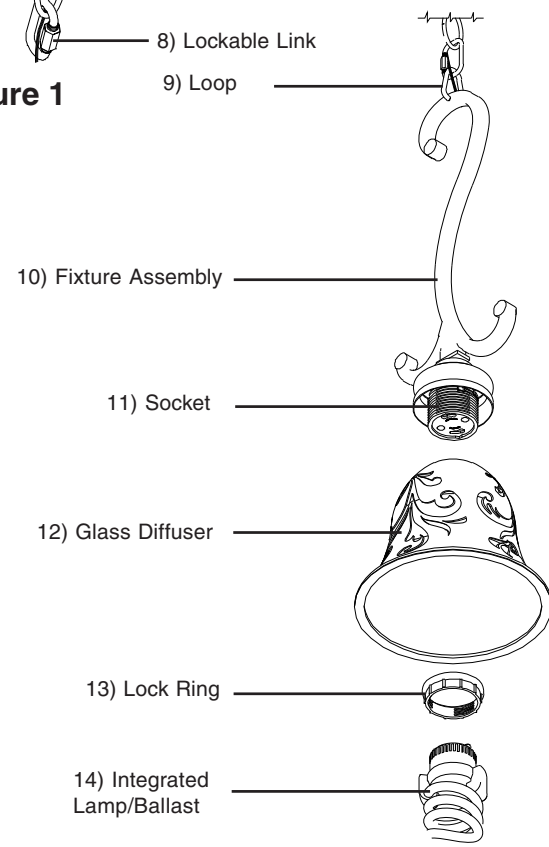

Figure 3
5. **Agarre el ensamblaje del luminario por la Cadena**, suelte la Tuerca del Espaciador de Sobrecielo totalmente y deslice el Espaciador hacia abajo. Haga que una persona ayude a sostener el luminario mientras este montando la Barra Transversal (1) a la caja de ensambladura con dos Tornillos de 1" (2). **Vea Fig. 3.**
8. **Levante el Espaciador de Sobrecielo (6)** hasta el techo y totalmente enrosque la Tuerca del Espaciador de Sobrecielo (5) al Lazo del Espaciador de Sobrecielo (5).
9. **Desensosque el anillo de cierre (11)** del enchufe (12). Coloque la Pantalla de Cristal (14) sobre el enchufe (12) e reinstale el anillo de cierre (11).
10. **Para Instalar la lámpara (13)** – inserte las clavijas en la base del enchufe (12) y gire hacia su derecha hasta que quede segura. **Vea Fig. 3.**